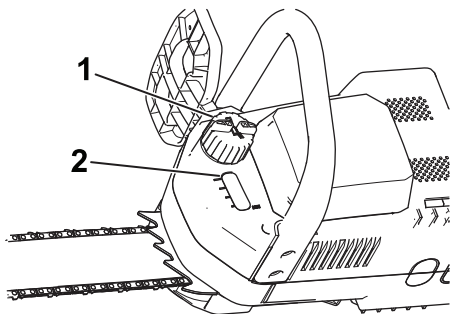

Figure 26
2. Contrôlez le niveau d'huile par le regard. Si vous ne voyez pas d'huile dans le regard, faites l'appoint avec de l'huile pour guide-chaîne et chaîne (Figure 26).
3. Nettoyez la surface autour du bouchon de remplissage d'huile (Figure 26).
4. Enlevez le bouchon et versez l'huile dans la tronçonneuse jusqu'à ce qu'elle recouvre le regard de niveau (Figure 26).